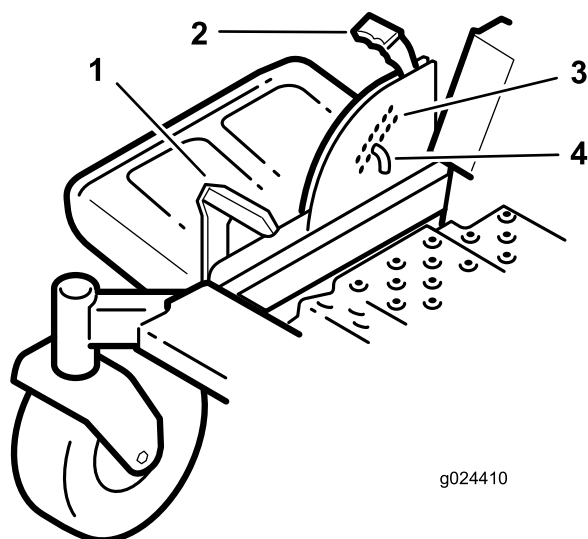

Figura 24
1. Empurre o pedal de elevação da plataforma com o pé e eleve a plataforma de corte para a posição de bloqueio de transporte (também a posição de altura de corte de 114 mm) (**Figura 24**).
2. Para ajustar, remova o pino do suporte da altura de corte (**Figura 24**).
3. Selecione um orifício no sistema da altura de corte que corresponda à altura de corte desejada e insira o pino (**Figura 24**).